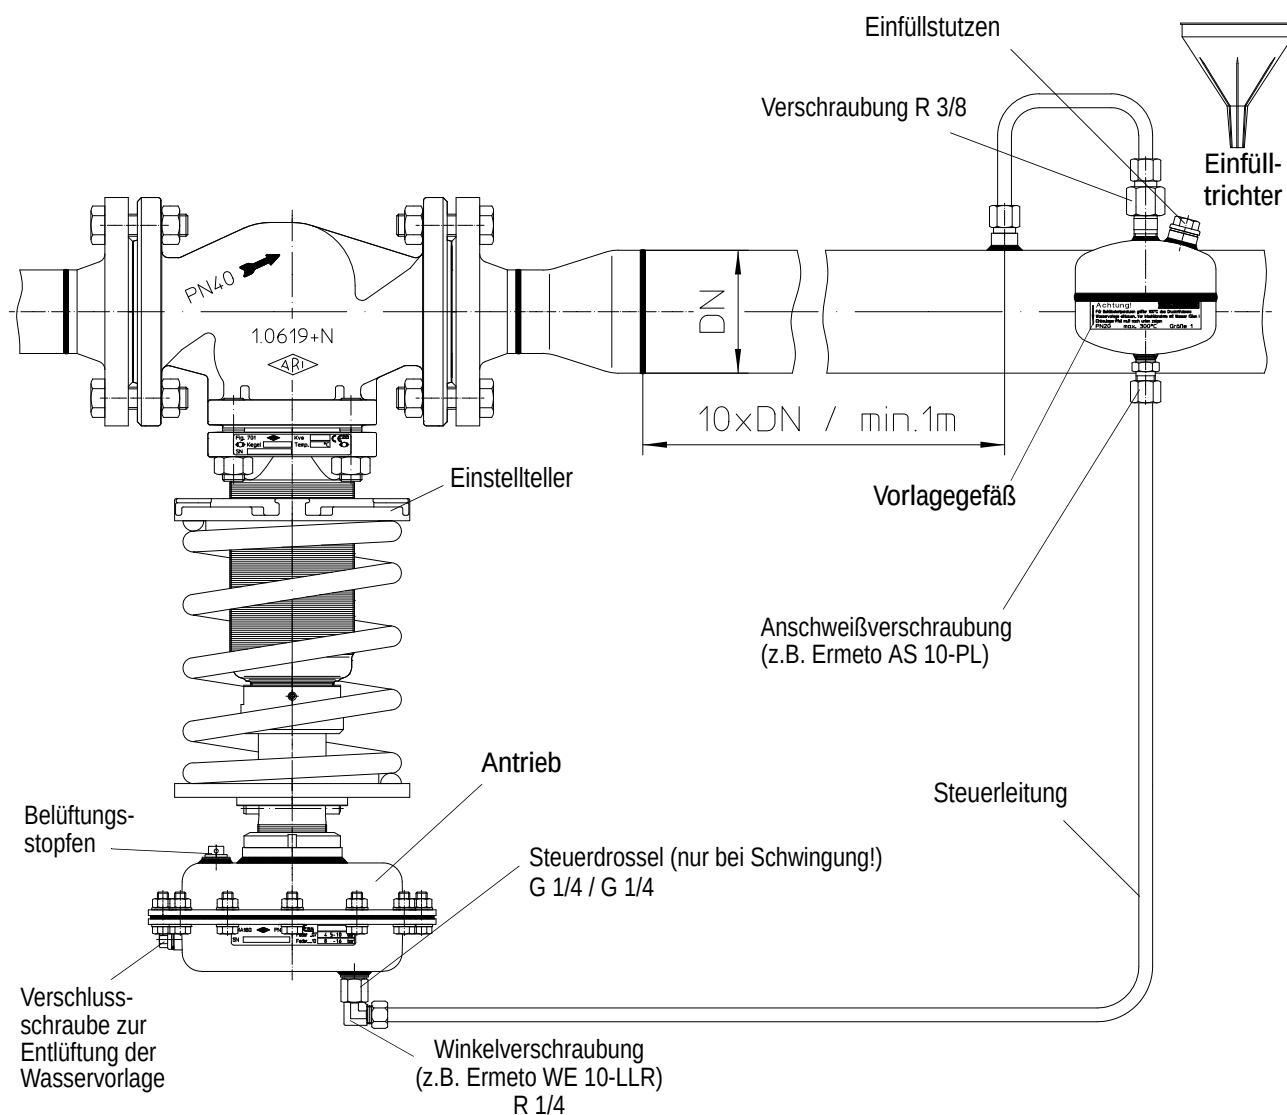

Bild 3
- Ein vorhandenes Vorlagegefäß ist komplett mit Medium (bei Dampf mit Wasser) gefüllt und der Antrieb über die Verschlusschraube entlüftet (siehe Bild 3). Die Befüllung erfolgt mittels beiliegendem Trichter über den Einfüllstutzen.
- Ein vorhandenes Vorlagegefäß ist komplett mit Medium (bei Dampf mit Wasser) gefüllt und der Antrieb über die Verschlussschraube entlüftet (siehe Bild 3).